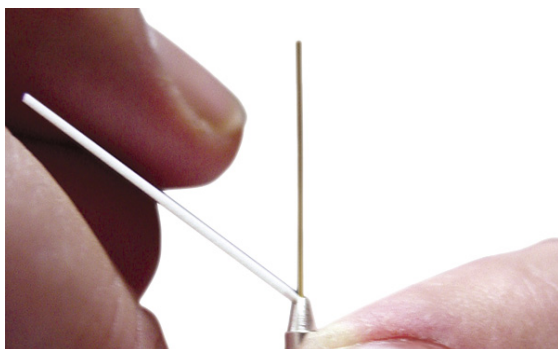

图 12.
- 2 检查色谱柱末端。它应该是平整的，没有裂缝。如果需要，切割它。请参阅图 12